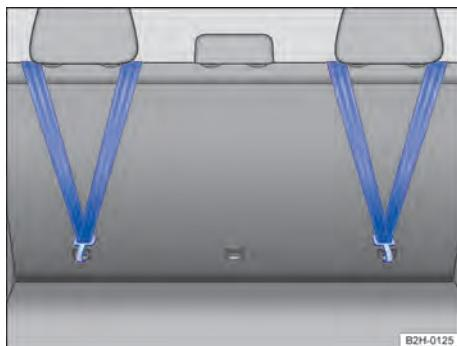

Fig. 76 Na parte traseira do encosto do banco traseiro: cinto de fixação superior preso.
- Prender o cinto de fixação superior no respectivo olhal de retenção → Fig. 76.